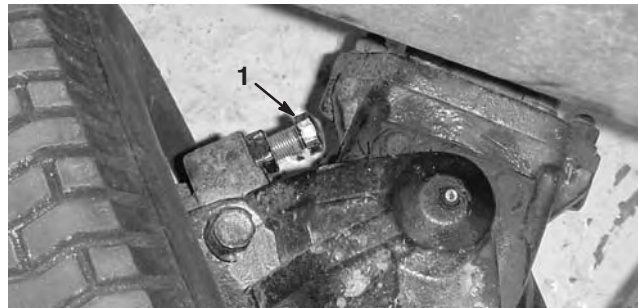

Bild 67
1. Drehen Sie die Bolzen ein oder heraus, bis der Abstand 2,3 mm beträgt (Bild 67).